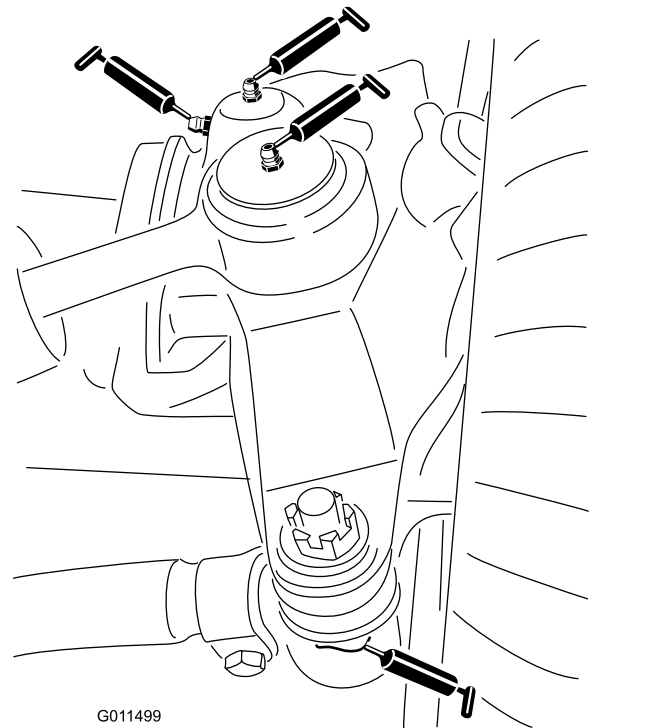

Bild 60
- Lenkzylinder-Kugelgelenke (2) (Bild 60)
- Zugstange-Kugelgelenke (2) (Bild 60)
- Achsschenkelbolzen (2) (Bild 60)